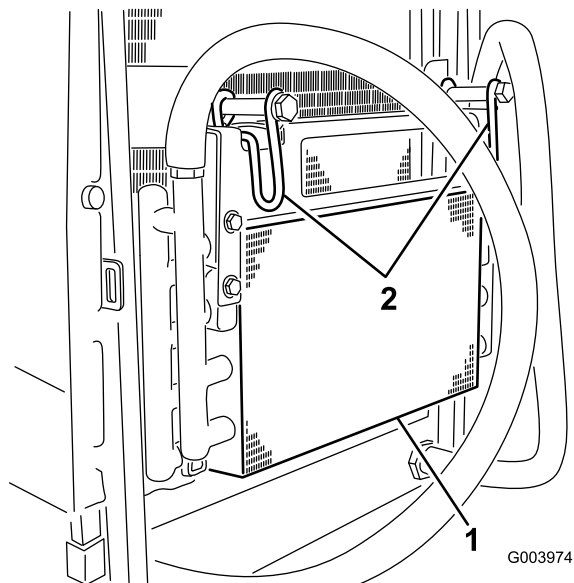

Figura 52
6. Girate il fermo verso l'interno per rilasciare il radiatore dell'olio (Figura 52).